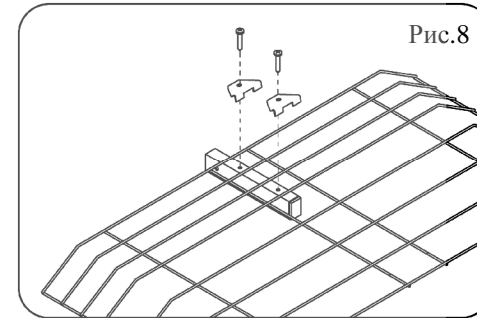

Рис.8
5.10.Положить рефлектор (сетку) на стойку рефлектора и зафиксировать держателями. (рис.8) Для крепления держателей использовать самонарезающие винты №3. Аналогично закрепить второй рефлектор на стойке.